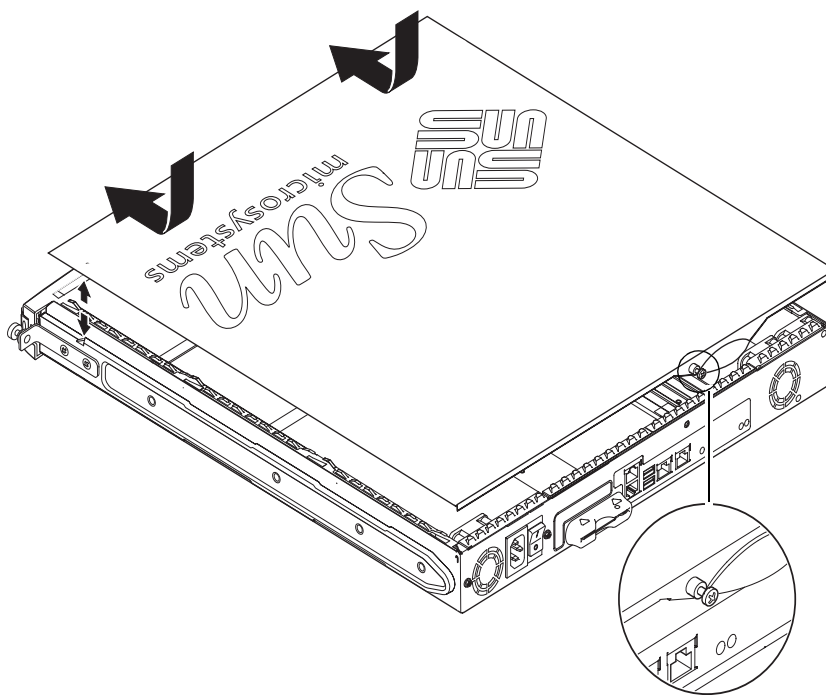

FIGURA 8-4 Sostituzione del coperchio superiore
6. Sostituire il coperchio del sistema e serrare la vite prigioniera (vedere FIGURA 8-4).